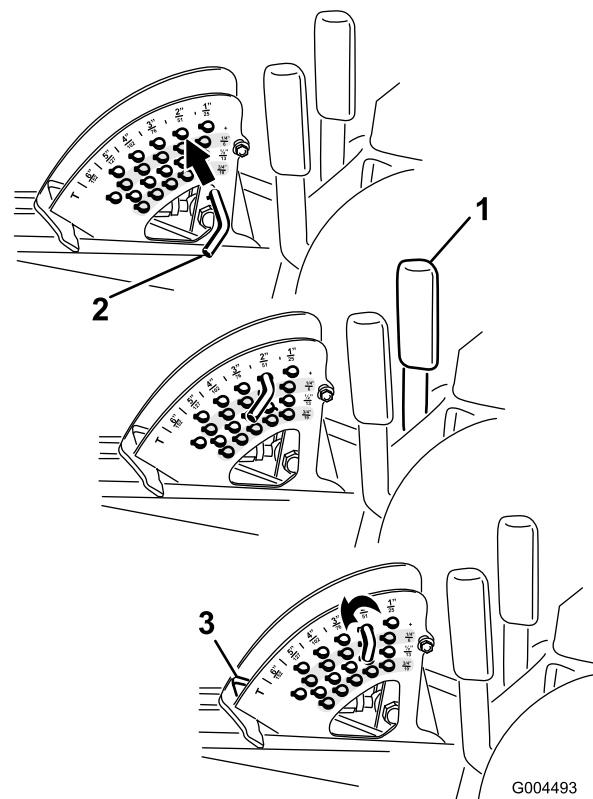

Bild 23
Hinweis: Wenn Sie das Mähwerk in der angehobenen Stellung arretieren möchten, heben Sie das Mähwerk über die 15 cm Stellung an, nehmen Sie den Schnitthöhenanschlagsstift ab (siehe Einstellen der Schnitthöhe) und setzen Sie den Stift in die 15 cm Schnitthöhenstellung (Bild 23).
1. Ziehen Sie den Mähwerkhubhebel bei laufendem Motor zurück, bis das Mähwerk ganz angehoben ist, und lassen Sie den **Hebel sofort los** (Bild 23).
2. Drehen Sie zum Einstellen den Anschlagstift so lange, bis die Linien am Rollstift mit den Schlitzen in den Löchern in der Schnitthöhenhalterung ausgerichtet sind. Nehmen Sie ihn dann ab (Bild 23).
3. Wählen Sie ein Loch in der Schnitthöhenhalterung, das der gewünschten Schnitthöhe entspricht, stecken Sie den Stift ein und drehen Sie ihn ein, um ihn zu arretieren (Bild 23).
Hinweis: Es gibt vier Reihen der Lochpositionen (Bild 23). Die oberste Reihe ergibt die Schnitthöhe, die über dem Stift steht. Die zweite Reihe ergibt die Schnitthöhe plus 6 mm. Die dritte Reihe ergibt die Schnitthöhe plus 12 mm. Die unterste Reihe ergibt die Schnitthöhe plus 18 mm. Für die Stellung von 15,8 cm gibt es nur ein Loch, das in der zweiten Reihe ist. Mit diesem Loch werden nicht 6 mm den 15,8 cm hinzugefügt.